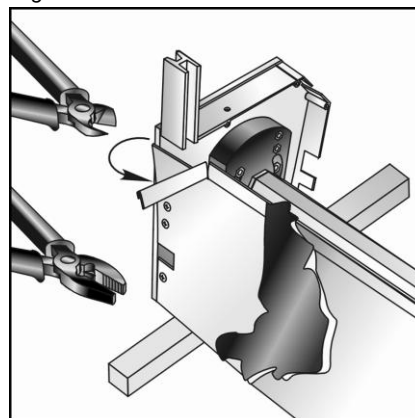

Fig. 2.12
2.8. Coupez le bord replié au dos du coffre au lieu de jointement des coulisses (fig. 2.12).